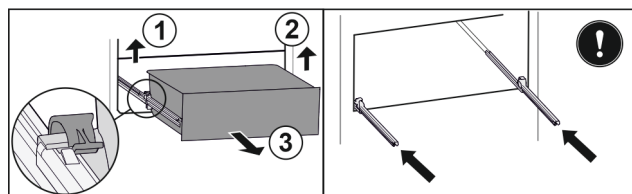

Fig. 38*
- ▶ Zvedněte levou svorku a současně vytáhněte zásuvku vlevo dopředu Fig. 38 (1).*
- ▶ Zvedněte pravou svorku a současně vytáhněte zásuvku vpravo dopředu Fig. 38 (2).*
- ▶ Zásuvku odeberte směrem dopředu Fig. 38 (3).*